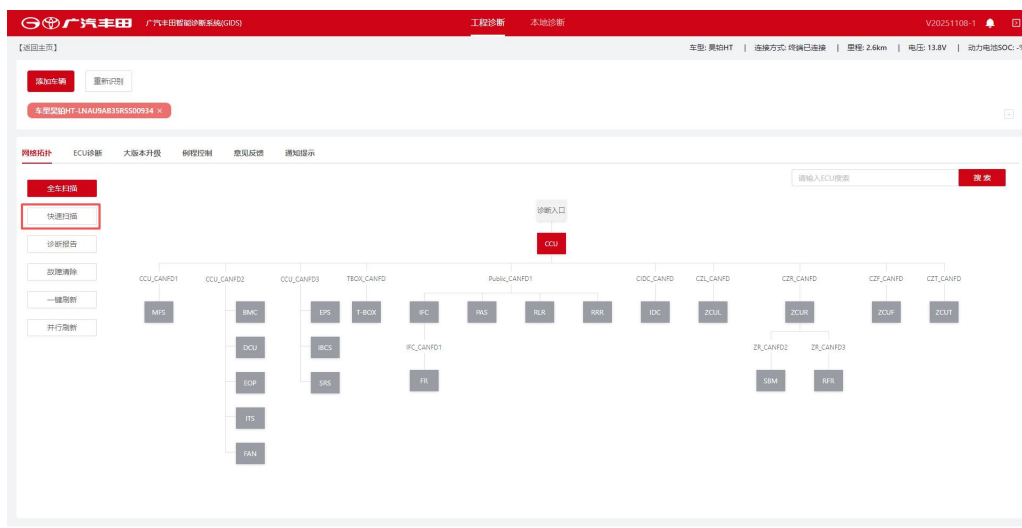

Рис. 4-9 Кнопка быстрого сканирования
1. Нажмите [Быстрое сканирование], как показано на Рис. 4-9 Кнопка быстрого сканирования. Система перейдёт в режим сканирования и выполнит сканирование сведений каждого ECU,